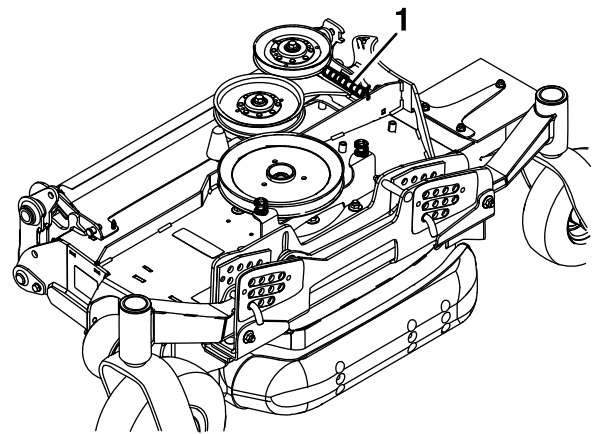

Figura 88
23. Para facilitar la instalación de las carcasas laterales, retire cuidadosamente el extremo expuesto del muelle que aplica presión a la parte trasera de la cubierta de la carcasa lateral (Figura 88).